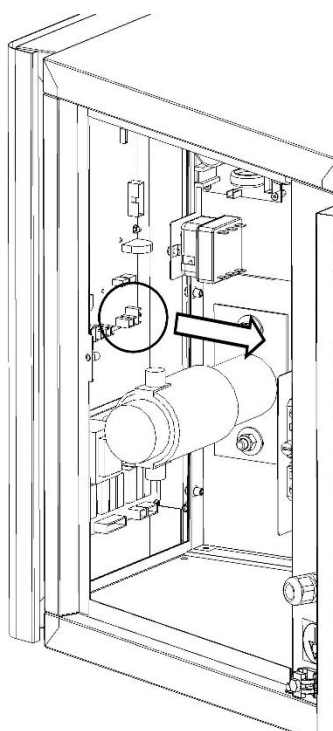

Fig.14A
4. Débrancher les connexions électriques de la carte base (Fig.14A).